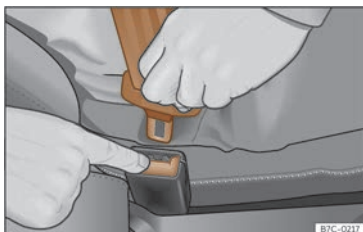

Fig. 23 Relâcher le pêne du boîtier de verrouillage de la ceinture.
- Appuyez sur la touche rouge du boîtier de verrouillage >>> **fig. 23**. Le pêne sera expulsé du boîtier de verrouillage.